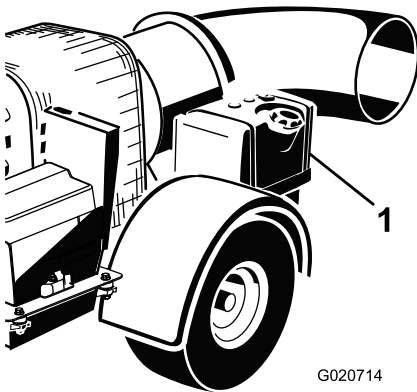

Figura 10
2. Pulite l'area circostante il tappo del serbatoio del carburante, e togliete il tappo (**Figura 10**).